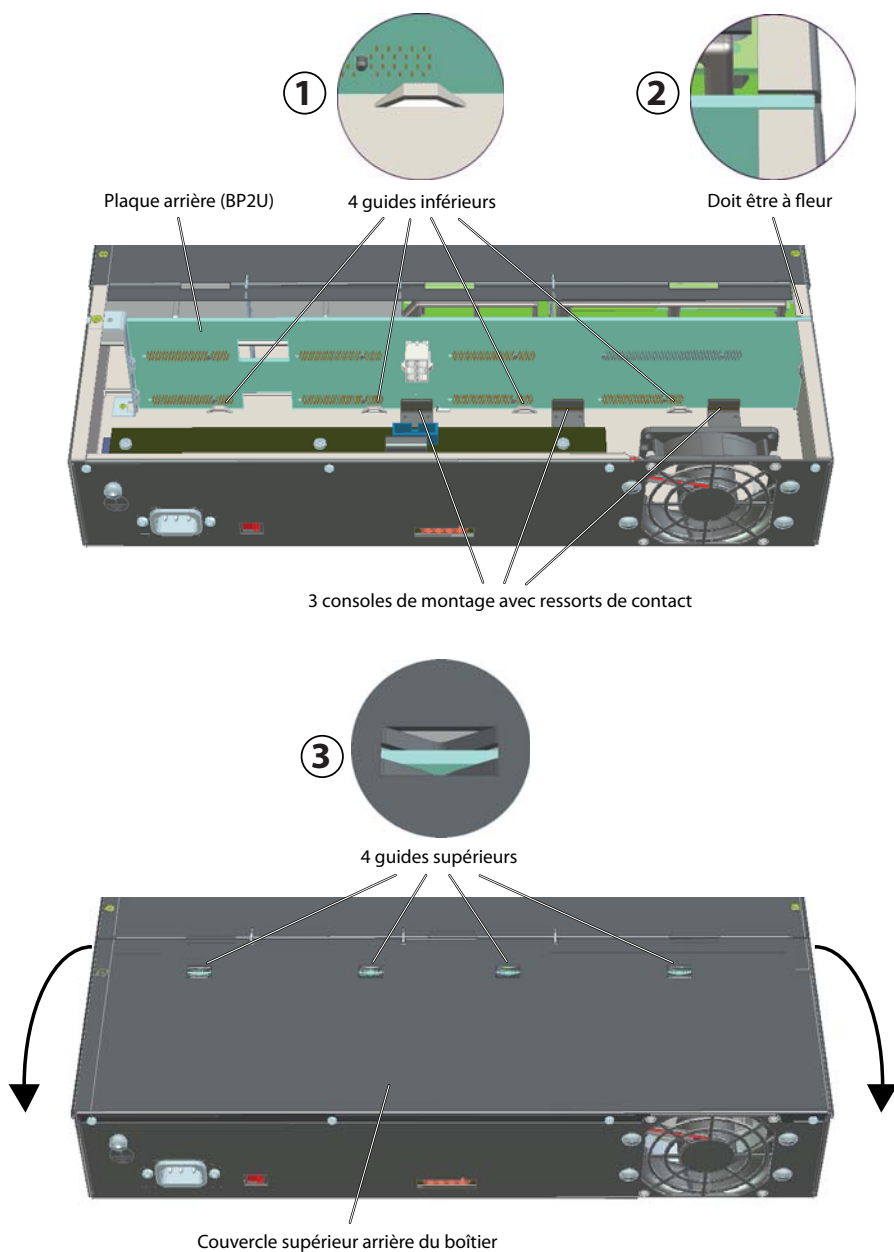

Fig. 20 Logement correct de la plaque arrière BP2U
6. Montez le couvercle supérieur arrière du boîtier. Ce faisant, respecter absolument les consignes pour un logement correct de la plaque arrière BP2U à la page 100 et sur le graphique afférent (Fig. 20).
- Contrôlez le logement correct de la plaque arrière dans les 4 rainures de guidage. Dans tous cas, vous devez pousser légèrement la plaque arrière en arrière, car les ressorts de contact derrière les angles de fixation génèrent une certaine contre-pression (voir ① à la Fig. 20).
- Contrôlez si la plaque arrière ne dépasse pas le côté supérieur du boîtier (voir ② à la Fig. 20).
- Faites attention en fermant le couvercle arrière supérieur à ce que la plaque arrière soit placée correctement dans les 4 rainures de guidages supérieures. Le couvercle doit se fermer sans résistance et sans se tordre (voir ③ à la Fig. 20).